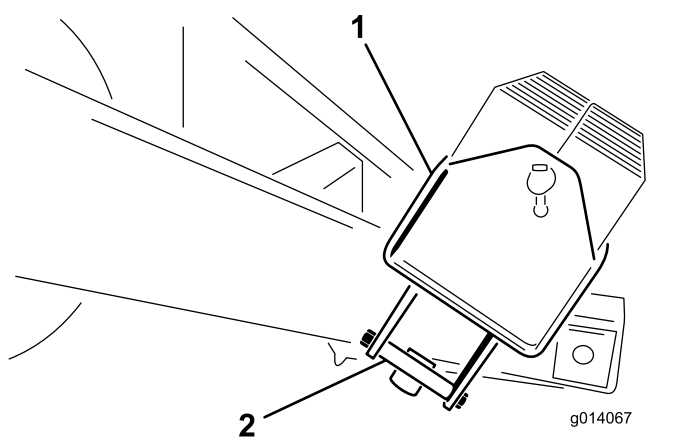

Figura 5
2. Retire los pernos ($\frac{1}{2}$ " x $5\frac{1}{2}$ ") del soporte de montaje que sujeta la caja de contrapesos. Deseche los soportes de montaje (Figura 5).